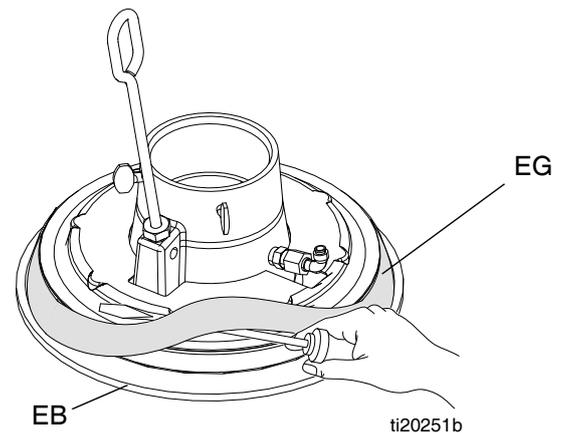

FIG. 11
1. *En partant du bas*, utiliser un tournevis pour faire levier et dégager l'entretoise (EG). Soulever l'entretoise jusqu'à ce qu'elle soit entièrement au-dessus de la bride du plateau. Voir FIG. 11.